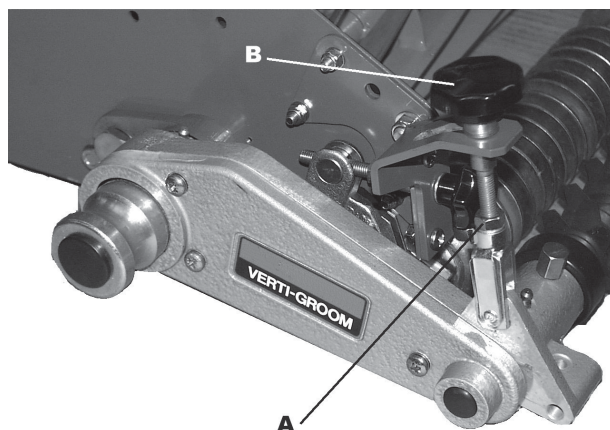

Fig. 9.4
IMPOSTAZIONI DEL VERTI-GROOM (Fig.9.4)
2. Per impostare l'altezza del Verti-Groom, usare la barra di impostazione dell'altezza di taglio (8.1). Rilasciare i controdati (A Fig.9.4) ed, usando i volantini (B Fig.9.4), girare nel senso desiderato: in senso orario per sollevare l'elicoidale del Verti-Groom, antiorario per abbassarla. Per ottenere l'altezza dell'elicoidale del Verti-Groom richiesta, è possibile usare sulla barra di impostazione un imballatore dello spessore richiesto, fino a 5mm.